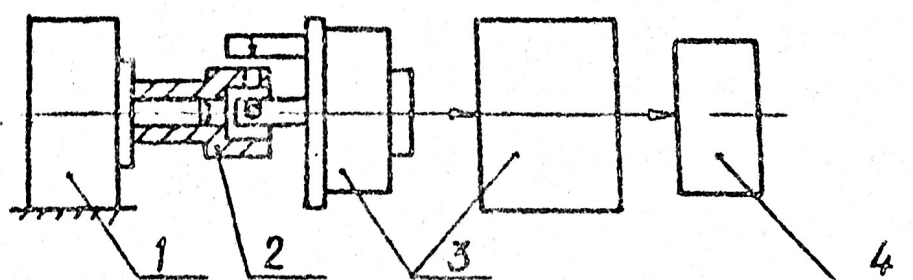

Рис. 9
12.3.4. Приборы, необходимые для поверки установки, соединить в соответствии с рис. 9.